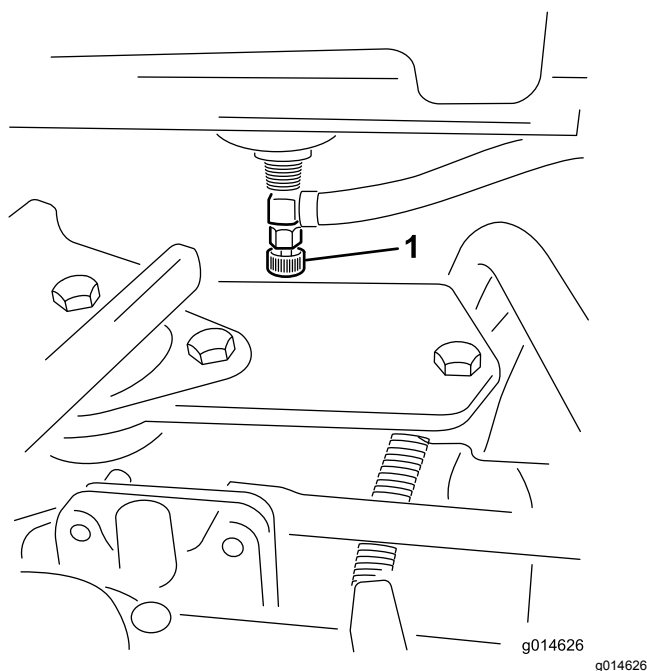

Figura 32
1. Chiudete la valvola di intercettazione del carburante (**Figura 32**) sotto il serbatoio del carburante.